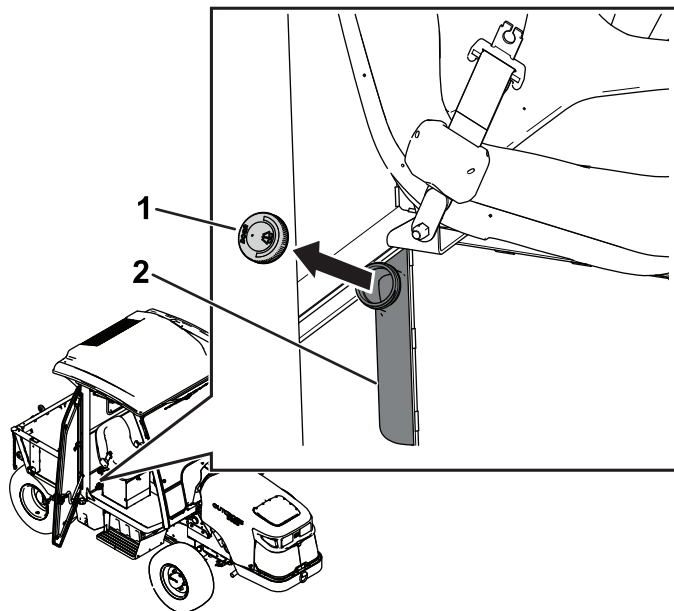

Рисунок 129
1. Снимите крышку бачка (Рисунок 129).